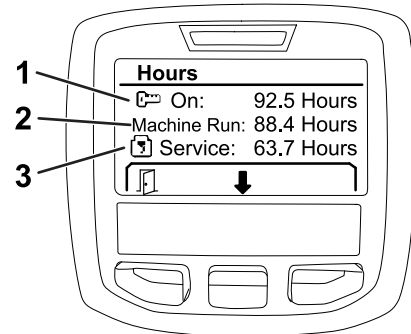

Figura 29
3. Utilize a informação do contador indicada no ecrã (Figura 29) para determinar o seguinte: